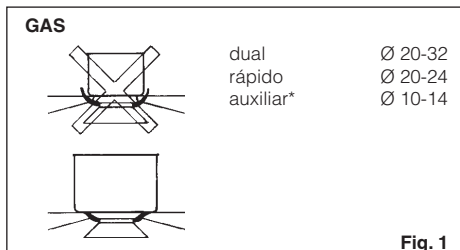

Fig. 1
- Recomenda-se o uso de painéis com diâmetro igual ao dos queimadores evitando que a chama, quando estiver alta, saia por debaixo das ditas painéis (Fig. 1);